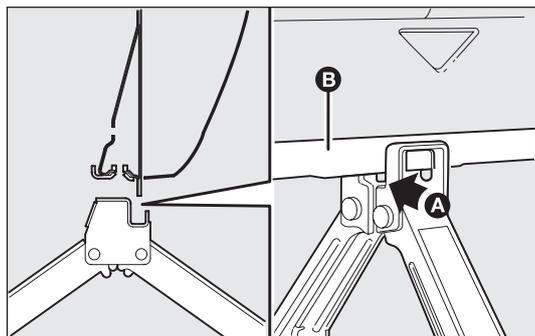

fig. 137
- ❑ accione el gato con el mando para extenderlo hasta que la ranura A-fig. 137 del gato se introduzca correctamente en el perfil inferior B situado en el larguero;